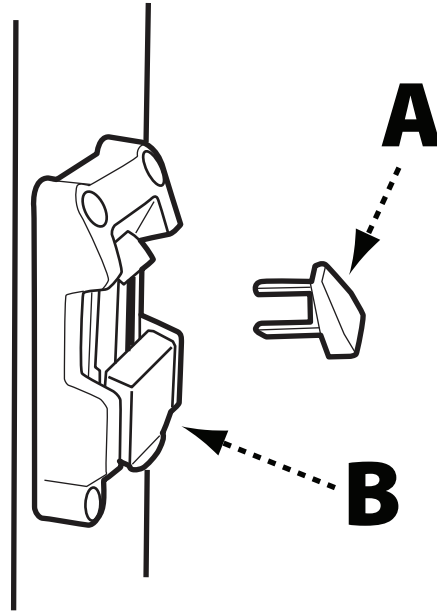

FIGURE 12
REMARQUE : la scie à ruban avec structure en acier 355,6 mm (14 po) DELTA® utilise une clé de sécurité (A), montrée à la Figure 12. La clé de sécurité doit être en place afin d'utiliser l'appareil. Avant d'essayer d'allumer la scie à ruban, assurez-vous que la clé de sécurité est installée.
Lorsque l'appareil n'est pas utilisé, l'interrupteur doit être verrouillé sur la position « OFF » (« ARRÊT »). Ceci peut être effectué en saisissant la clé de sécurité (A), comme indiqué à la Figure 12 et en la retirant de l'interrupteur. Une fois la clé de sécurité retirée, l'interrupteur ne fonctionnera plus. Si la clé